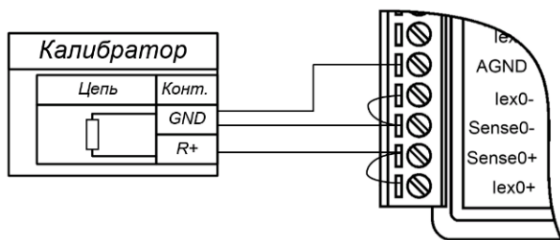
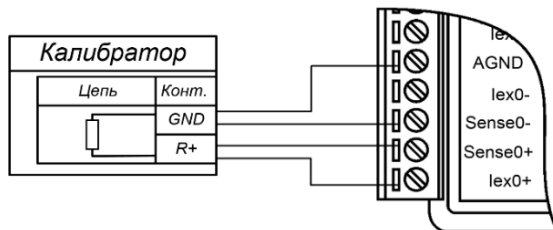

Рис. 4.2. Подключение приборов для юстировки термосопротивлений по трехпроводной схеме соединения модуля NL-4RTDn
Рис. 4.3. Подключение приборов для юстировки термосопротивлений по четырехпроводной схеме соединения модуля NL-4RTDn
При использовании трехпроводной схемы включения датчика (рис. 4.2) юстировку следует проводить с проводами реальной длины (как в условиях эксплуатации). Это позволит скомпенсировать в процессе юстировки паразитное падение напряжения на проводах.
- подготовить 3-проводную (рис. 4.2) или 4-проводную (рис. 4.3) схему соединения калибратора к нулевому каналу модуля;